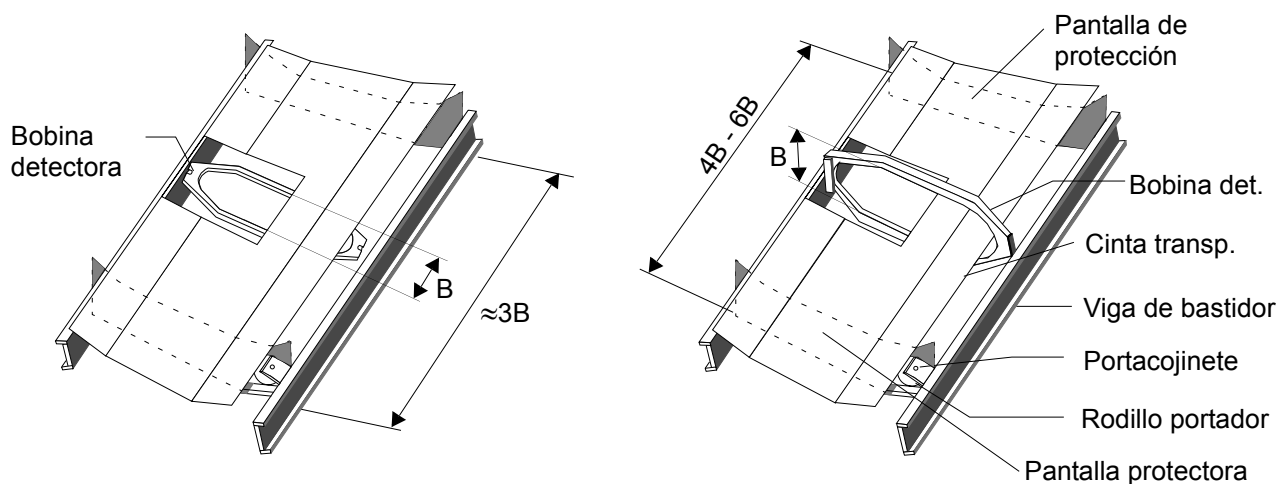

Figura 3-4. Ubicación de las pantallas de protección.
- Montar las pantallas entre la bobina detectora y el soporte de rodillos, lo más lejos posible de la bobina (ver la figura 3-4). Las pantallas deberán montarse perpendicularmente a la cinta y a una altura tal que nunca pueda haber contacto entre la cinta y la pantalla de protección. La distancia entre el rodillo y la pantalla deberá ser de unos 10 mm. **Soldar las pantallas contra las vigas del bastidor.** No olvidarse de proteger las pantallas y las soldaduras contra la corrosión.